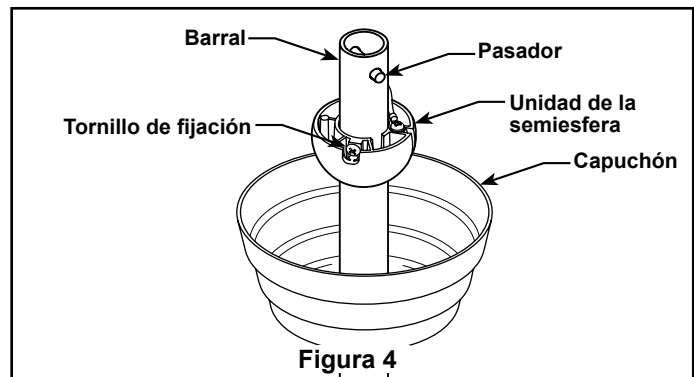

Figura 4
5. Deslice el capuchón en el barral. (Figura 4)
7. Ensamble la unidad de la semiesfera a la parte superior del barral con los tornillos. (Figura 4)